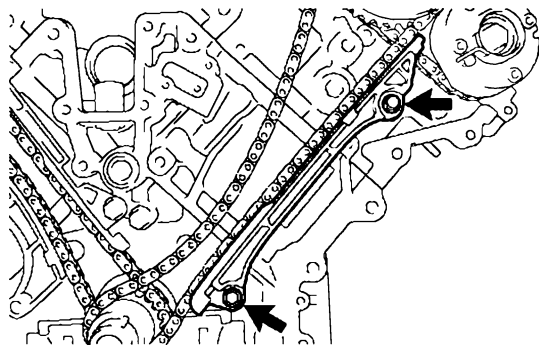

图 24-38 正时链条减振器螺栓
7) 按照图 24-38 所示, 拆下正时链条减振器上的 2 个螺栓并拆卸减振器。